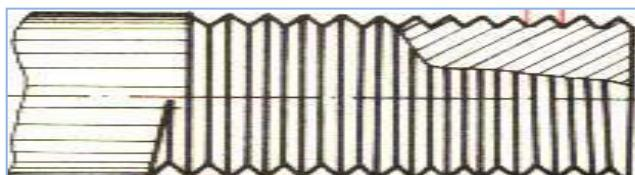

Figura 2
1. Priviți profilul filetului din imagine (Figura 2).
a. Identificați/selectați o piesă filetată/șurub de pe bancul de lucru, cu profil identic cu cel din Figura 2. Răspuns așteptat: Filet triunghiular
2. Recunoașteți denumirea filetului din *Figura 2*, după secțiunea profilului, pe baza criteriilor de clasificare ale filetelor și o notați în *Tabelul 2*.
3. Argumentați soluția aleasă în urma analizei piesei selectate în rubrica *Înregistrări/constări privind piesa selectată* în *Tabelul 2*; (*Figura 2*).